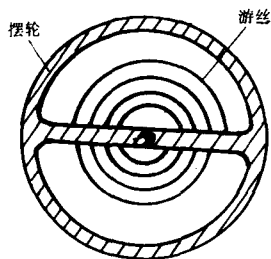

图1-10
1. 秒表的构造与读数方法 秒表是利用扭摆等时性原理制成的测时装置，如图1-10所示。改变游丝的长度，就可以调整扭摆的摆动周期。